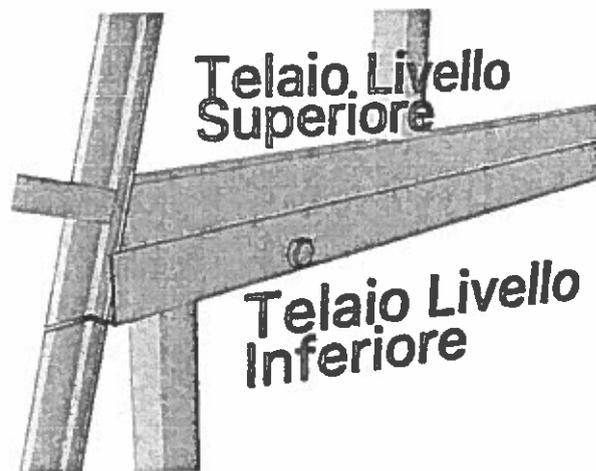

Figura 3
- ✔ Montaggio secondo livello secondo il sistema di alloggiamento tra i profili dei telai come in Figura 3